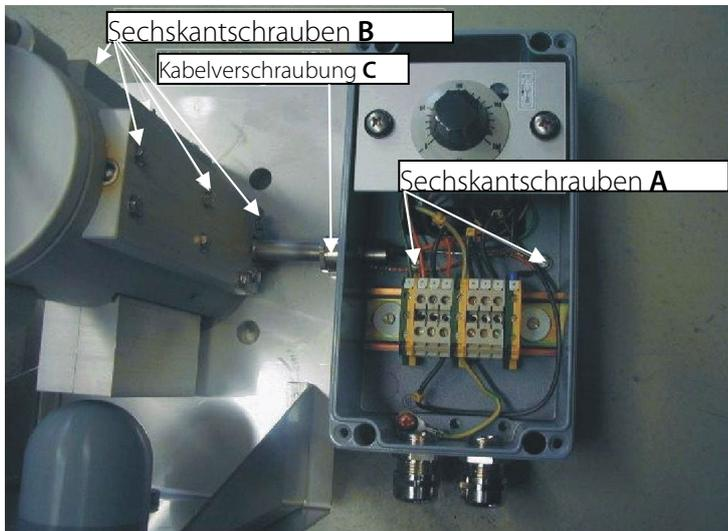

Abbildung 21 Position der Befestigungsschrauben von Anschlussdose, Thermostatsensor- und Heizpatronen-Aufnahmeplatte
- Die beiden Sechskantschrauben **A** (Abbildung 21) in der Rückwand der Anschlussdose, mit welchen diese an der Haltetasche montiert ist, herausschrauben.
- Die Sechskantschrauben **B** (Abbildung 21) für die Befestigung der Heizpatronen-Aufnahmeplatte und der Thermostatsensor-Aufnahmeplatte herausschrauben.
- Die Kabelverschraubung **C** (Abbildung 21) für Heizpatrone und Kapillare des Thermostaten lösen.
10. Heizpatrone durch die Kabelverschraubung **C** (Abbildung 21) aus der Anschlussdose herausziehen.